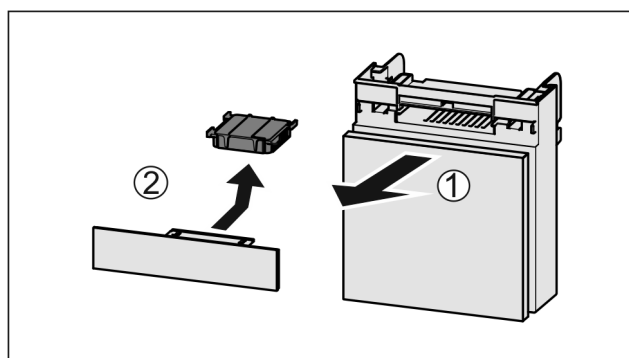

Fig. 69
- Predal izvlecite Fig. 69 (1) naprej.
- Odstranite Fig. 69 (2) aktivni ogljeni filter.